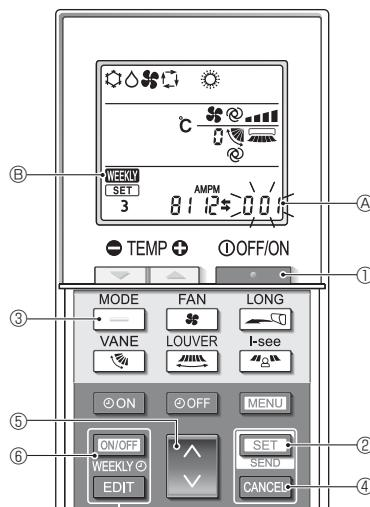

Fig. 4-12
4.12.8. De AUTO-stand uitschakelen (Fig. 4-12)
- Druk op de toets ① om de airconditioner te stoppen.
- Als de Week-timer ingeschakeld is, druk dan op de toets ⑥ om de timer uit te schakelen. (⑫ verdwijnt.)
- Houd de toets ② gedurende 5 seconden ingedrukt.
- Druk op de toets ⑬.
- De instellingen voltooien (Fig. 4-12)